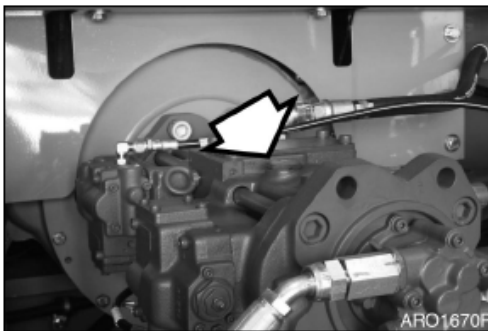

Figura 82
1. Con el motor parado, retire el tapón de ventilación (Figura 82) para ver si hay aceite.
2. Si no hay aceite, rellene la bomba con aceite a través del orificio (Figura 82).
3. Instale primero el tapón del ventilador (Figura 82).
5. Gire lentamente el tapón del ventilador (Figura 82) varias vueltas hasta que el aceite hidráulico salga por el tapón. Esto demuestra que se ha liberado el aire.
6. Apriete el tapón (Figura 82).